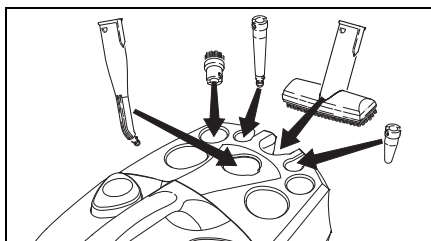

Fig. 1
- Inserire la bocchetta manuale (E1) nel rispettivo portaaccessori (Fig. 1).